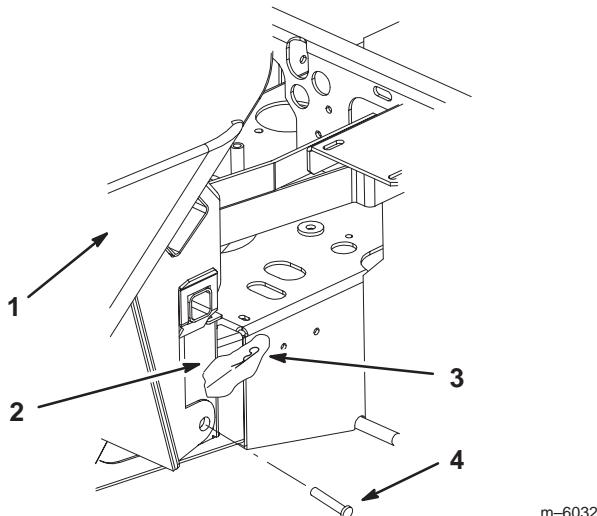

Figure 11
1. Posez le bac de ramassage sur son support (Fig. 11).
2. Posez les axes de chape dans le bac de ramassage et son support. Fixez-les avec les goupilles fendues (Fig. 11).